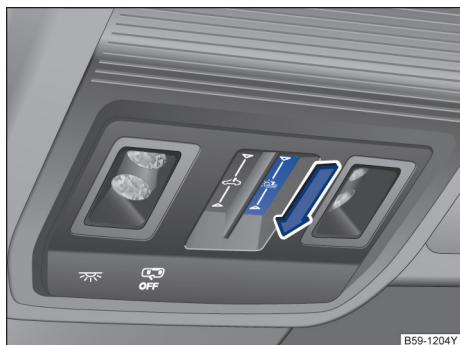

图 74 在顶棚中：关闭遮阳卷帘
- 自动运行：通过向前滑动功能按键 → 图 74。通过点击功能按键中断自动运行。